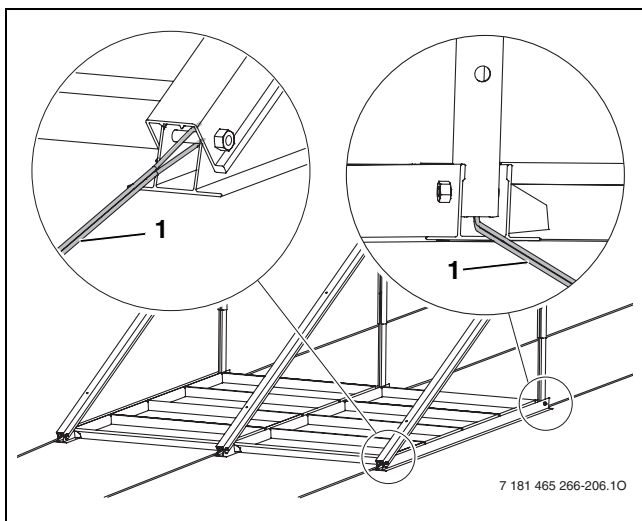

Bild 172 Flachdachständer mit Seilsicherung
- Jeden Kollektor bauseitig mit mindestens 2 Drahtseilen (Bild 172, Pos 1) an die Schraube des unteren Profiles und an geeigneter Stelle des Daches befestigen.